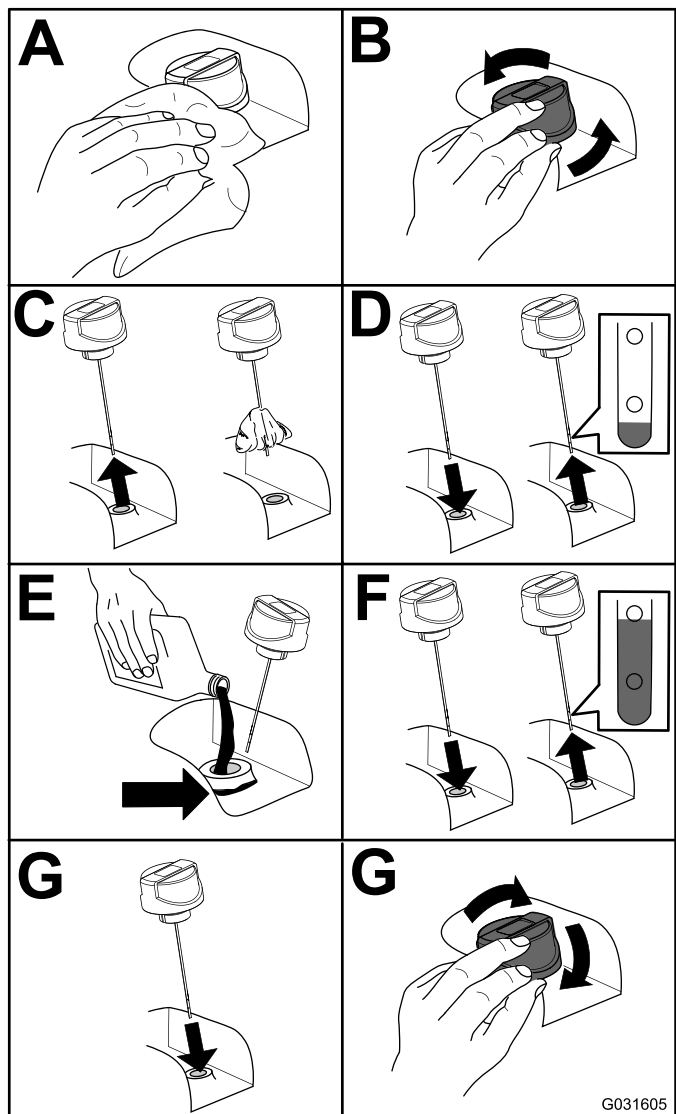

Figura 67
2. Verifique o nível de fluido hidráulico (Figura 67).
5. Encha o reservatório com fluido hidráulico (**Figura 67**).